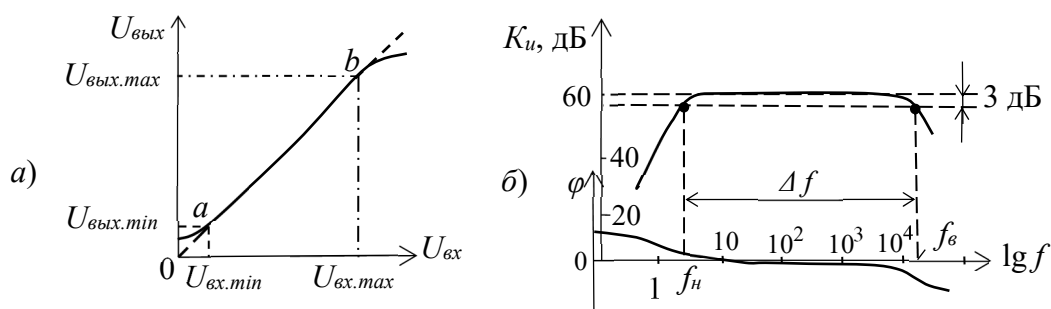
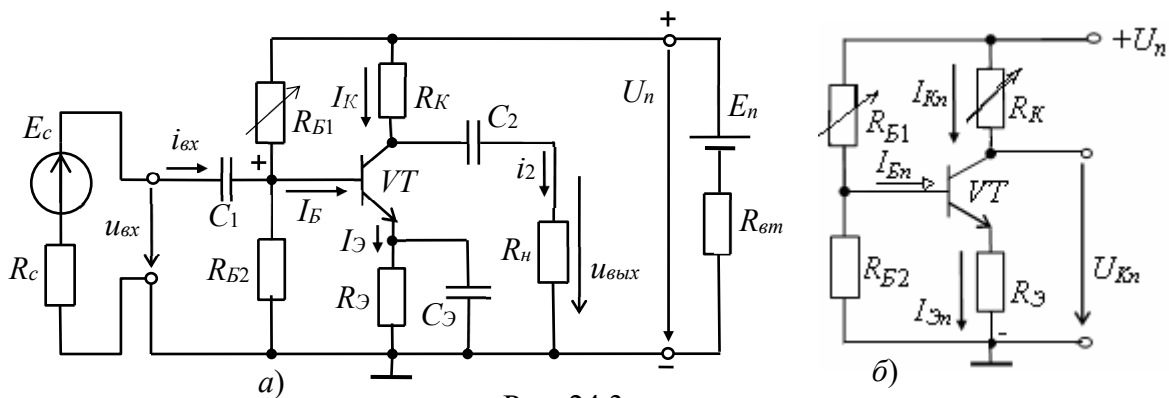
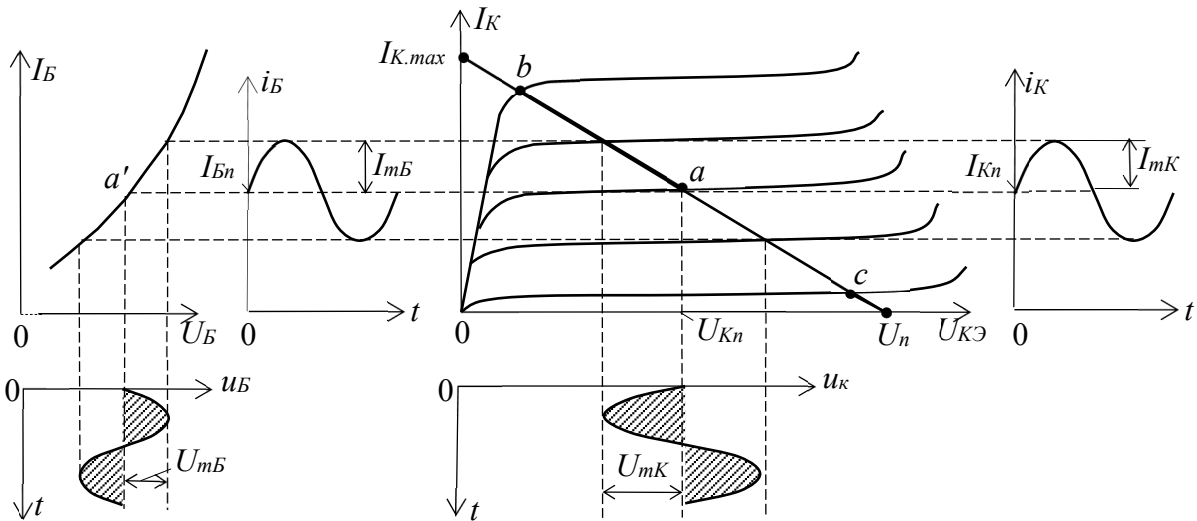
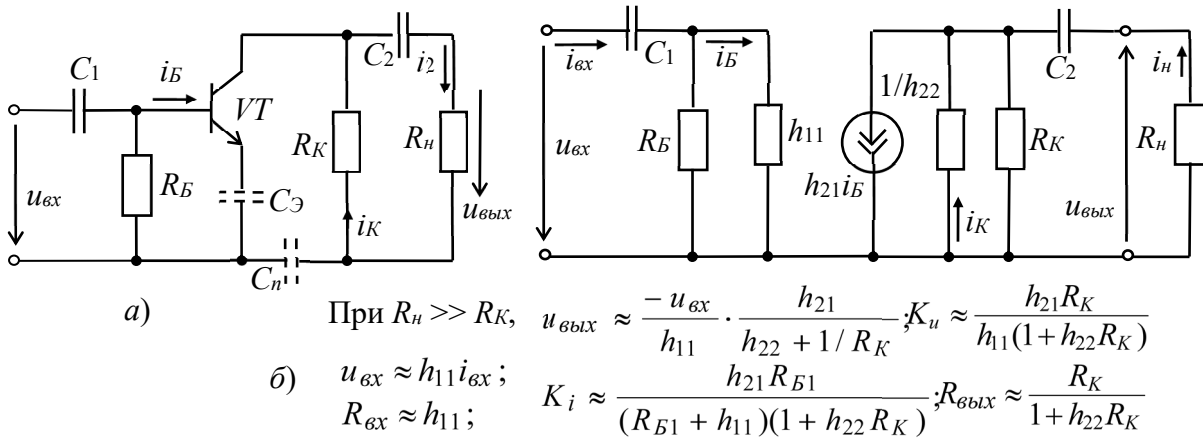

Рис. 24.2
Рис. 24.3
Рис. 24.4
Рис. 24.5
Важнейшими характеристиками усилителя являются амплитудная и частотные. *Амплитудная характеристика* (рис. 24.2, а) – это зависимость амплитуды (или действующего значения) выходного напряжения от амплитуды (или действующего значения) входного синусоидального напряжения, т. е.  $U_{вых} = f(U_{вх})$ , где  $u_{вх} = U_m \sin \omega t$ ,  $U_m = var$ ;  $\omega = const$ .
*Динамическим диапазоном* усилителя в децибелах называют отношение максимального значения входного напряжения к минимальному на линейном участке *ab* амплитудной характеристики (см. рис. 24.2, а):
Обычно АЧХ строят на двойной логарифмической сетке: по оси ординат откладывают значения  $K_u$  в децибелах, а по оси абсцисс – частоты в логарифмическом масштабе, однако около делений записывают значения частот без логарифма (рис. 24.2, б).
*Фазочастотная характеристика  $\varphi(f)$*  – это зависимость угла сдвига фаз  $\varphi$  между выходным и входным напряжениями усилителя от частоты (см. рис. 24.2, б). Фазовые искажения в усилителе отсутствуют, когда фазовый сдвиг  $\varphi$  линейно зависит от частоты.
Одним из наиболее распространённых усилителей на биполярных транзисторах является усилитель с *общим эмиттером (ОЭ)*. В этом усилителе эмиттер является общим электродом для входной и выходной цепей (рис. 24.3, а). Входное напряжение  $u_{\text{вх}}$  от источника сигнала  $E_c$  с внутренним сопротивлением  $R_c$  подаётся на усиливаемый каскад на биполярном транзисторе  $VT$  через конденсатор связи  $C_1$ , предотвращающий прохождение постоянной составляющей тока от источника сигнала. Усиленное выходное напряжение подаётся на нагрузку  $R_n$  через разделительный конденсатор  $C_2$ , т. е. подаётся только переменная составляющая напряжения  $u_{\text{вых}}$ .
Для удобства анализа работы усилителя отдельно рассматривают его схемы замещения по постоянному (рис. 24.3, б) и переменному току (рис. 24.5). В режиме работы усилителя по *постоянному току* для получения наименьших нелинейных искажений усиливаемого сигнала рабочую точку  $a$  (рис. 24.4) выбирают посередине рабочего участка  $bc$  линии нагрузки по постоянному току, описываемой уравнением
пренебрегают также внутренним сопротивлением  $R_{эм}$  и ёмкостью  $C_n$  источника питания, т. е. источник питания в схеме замещения замыкают накоротко (рис. 24.5, *a*).
При подаче на вход усилителя *переменного напряжения*  $u_{вх}$  происходит изменение тока базы  $i_B$ , тока коллектора  $i_K$  и напряжения на коллекторе  $u_K = U_n - R_K i_K$  (см. рис. 24.4). Амплитуда переменного коллекторного тока  $I_{mK}$  примерно в  $h_{21}$  раз больше амплитуды тока базы  $I_{mB}$ , а амплитуда коллекторного напряжения  $U_{mK}$  во много раз больше амплитуды входного напряжения. Таким образом, в схеме усилителя с ОЭ усиливается ток и напряжение входного сигнала.
Пользуясь графиками, изображенными на рис. 24.4, нетрудно определить входное сопротивление и коэффициенты усиления каскада:
Обычно рассмотренный тип усилительного каскада работает в режиме усиления слабых сигналов (постоянные составляющие тока базы и коллектора существенно превосходят аналогичные переменные составляющие). Эти особенности позволяют использовать аналитические методы расчета параметров усилительного каскада на низких частотах по известным  $h$ -параметрам транзистора (рис. 24.5, б), полагая, что транзистор работает в линейном режиме. При этом сигнал, поданный на вход усилителя, практически не искажается (по форме) на его выходе.
Наличие в усилителе ёмкостей  $C_1$  и  $C_2$  (см. рис. 24.3, а) приводит к частотным искажениям усиливаемых сигналов в области нижних частот: с уменьшением частоты входного сигнала увеличивается сопротивление конденсатора  $X_{C1} = 1/\omega C_1$ , падение напряжения  $u_{C1}$  на нем, следовательно, снижается входное  $u_{вх}$  и выходное  $u_{вых}$  напряжения. Это приводит к уменьшению коэффициента усиления  $K_u$  с уменьшением частоты (см. рис. 24.2, б), а наличие в усилителе междуэлектродных ёмкостей транзистора и монтажных ёмкостей приводит к возникновению частотных искажений усиливаемых сигналов в области высоких частот. С учётом ёмкости  $C_K$  коллекторного  $p$ - $n$ -перехода, условно включаемой
**1.3.** Используя графики амплитудных характеристик, **определить** динамический диапазон  $D$  усилителя (см. рис. 24.2, *a*) и коэффициенты усиления по напряжению  $K_u$  при сопротивлениях  $R_s = 0$ ,  $R_n = 1$  МОм и при  $R_s = 100$  Ом,  $R_n = 1$  кОм.